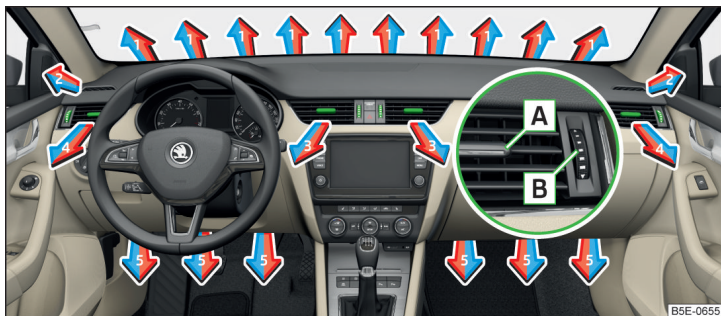
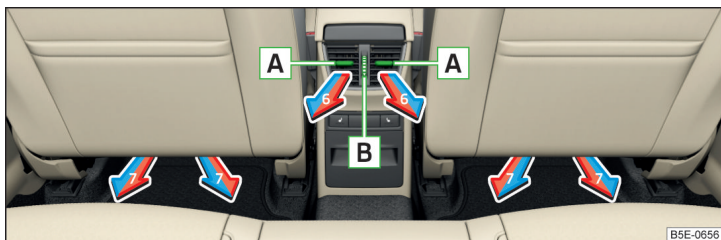

Fig. 128 Fantele de ventilație față
Fig. 129 Fantele de ventilație spate
La fantele de ventilație 3, 4 » fig. 128 și 6 » fig. 129 se poate modifica direcția curentului de aer, iar duzele se pot închide și deschide și individual.
Reglarea sensului de curgere a aerului are loc prin deplasarea servoelementului **A** » fig. 128 resp. » fig. 129 în direcția dorită.
- » Pentru **deschidere** rotiți regulatorul **B** » fig. 128 resp. » fig. 129 în sus.
- » Pentru **închidere** rotiți regulatorul **B** » fig. 128 resp. » fig. 129 în jos.
| Setarea direcției fantei de ventilație | Fante de ventilație » fig. 128 și » fig. 129 |